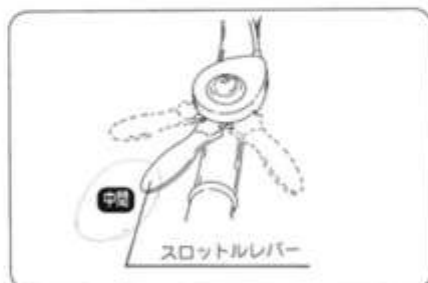

図40
- ① エンジンを始動し、スロットレバーは【中間】位置にします。(図40)